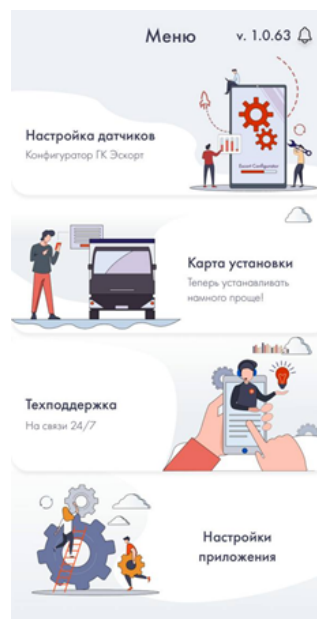

Рисунок 3 – Главный экран «Конфигуратора датчиков Эскаорт»
- Запустите мобильное приложение «Конфигуратор датчиков Эскаорт», зайдите в раздел «Настройка датчиков» (рисунок 3);
- Запустите Мобильный configurator Эсорт, зайдите в раздел «Настройка датчиков» (рисунок 3);